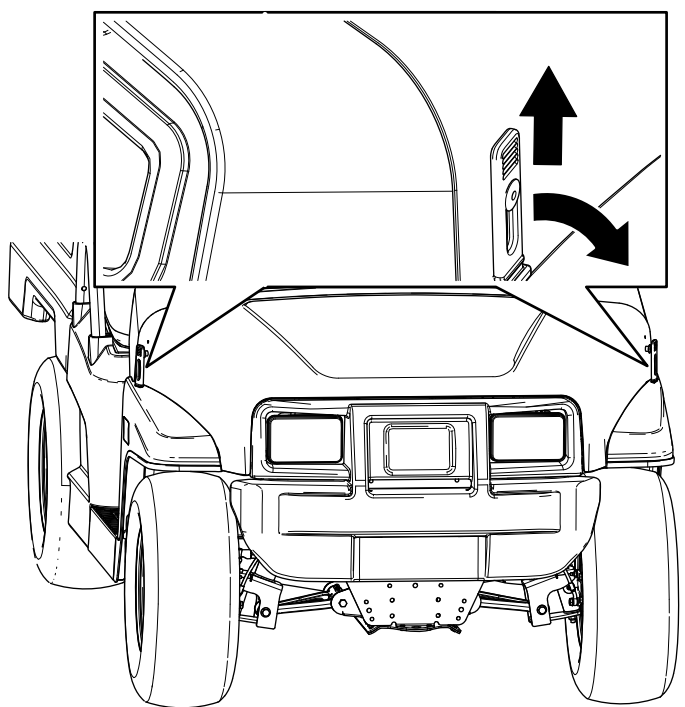

Figura 28
1. Ridicai mânerul din elementele de fixare din cauciuc de pe fiecare parte a capotei (Figura 28).
2. Fixai capota aliniind elementele de fixare din cauciuc pe ancorele de fixare de pe fiecare parte a capotei (Figura 28).